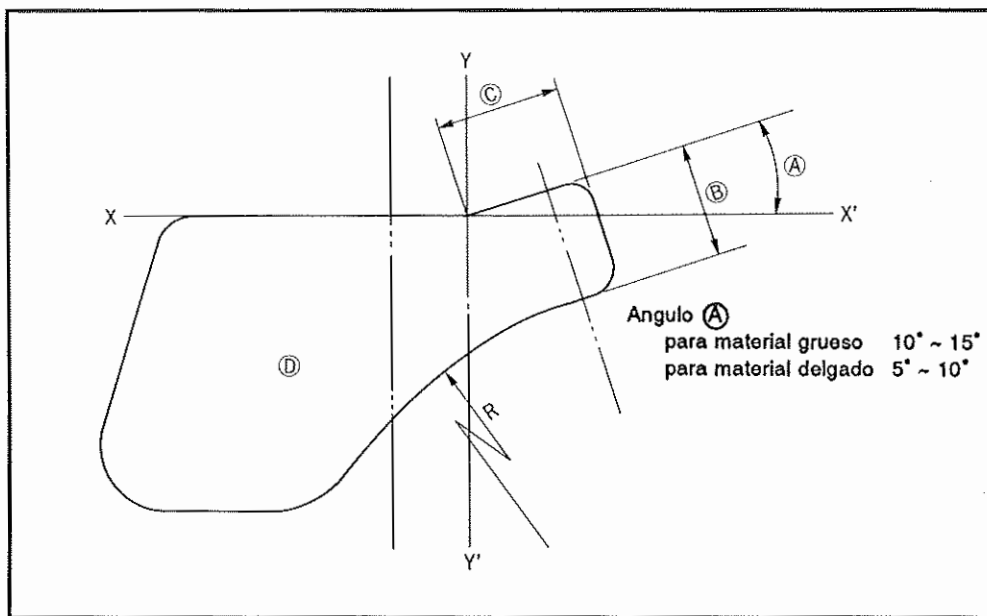

Fig. 18
② La configuración original del sobrecosedor expandido, en general es como se ilustra en la Fig. 18.